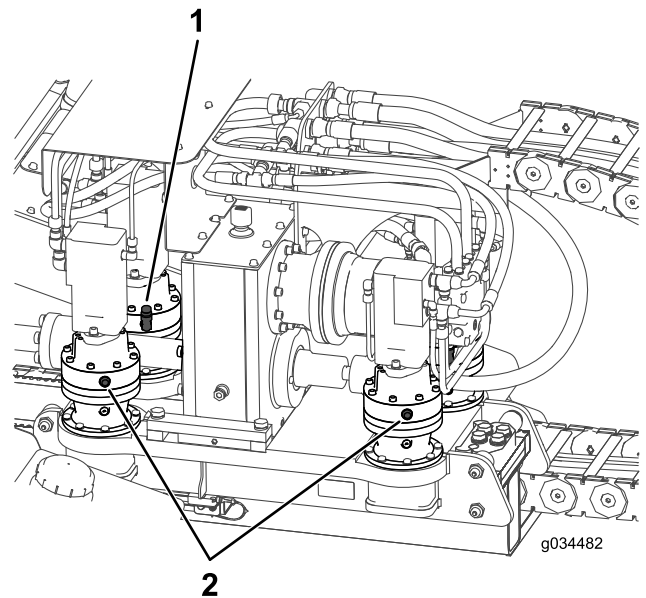

Figura 135
2. Compruebe el nivel del aceite de la mirilla de cada transmisión planetaria del motor de empuje (Figura 135).
3. Retire el tapón del respiradero y coloque aceite en la transmisión planetaria hasta que el nivel del aceite en la mirilla esté al menos lleno hasta la mitad (Figura 135).
2. Compruebe el nivel de aceite de la mirilla de la transmisión de la caja de engranajes (Figura 135).
3. Retire el tapón del respiradero y coloque aceite en la transmisión de la caja de engranajes hasta que el nivel de aceite en la mirilla esté al menos lleno hasta la mitad (Figura 135).